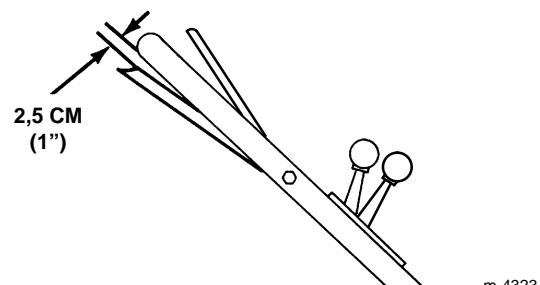

Abbildung 23
3. KONTROLLE DER EINSTELLUNG — Den Rasenmäher langsam zurückziehen und den Fahrantriebshebel allmählich zur Griffstange bewegen. Die Einstellung ist korrekt, wenn die Hinterräder aufhören sich zu drehen und der Fahrantriebshebel 2,5cm (1") von der Griffstange entfernt ist (Abb. 23).